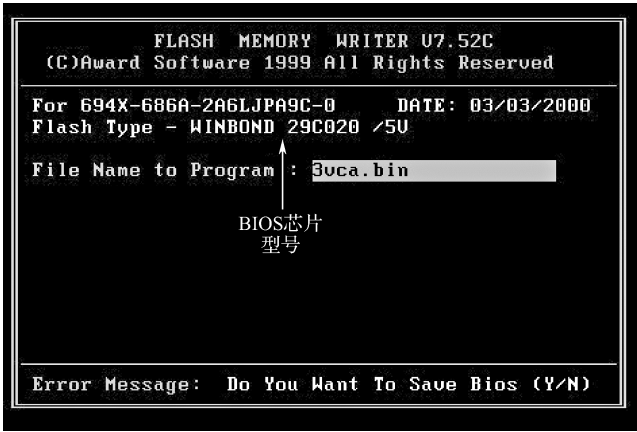

图 10-28 运行 Awdflash 3vca.bin/F 出现的界面
(1) DOS 下 BIOS 升级的方法。最早的 BIOS 升级都是在纯 DOS 环境下进行的，这是由于 DOS 系统小，容易启动，对硬件要求不高的原因。下面以 AWARD BIOS 升级为例加以说明。
①准备刷新所需文件：Awdflash.exe（刷新工具）和*.bin（最新 BIOS 程序）。这两个文件一般都能在主板厂商网站上下载。
②准备带 PE 启动的光盘或者 U 盘。
③把两个刷新所需文件复制到硬盘上。
④启动 DOS 后进行 BIOS 刷新，在 DOS 提示符下执行“C:\>Awdflash *.bin/F”，按【Enter】键后出现如图 10-28 所示的画面。“*.bin”为新 BIOS 文件名。假如输入的是“C:\>Awdflash 3vca.bin/F”，在“File Name to Program”对话框内就会自动将“3vca.bin”文件名填入，这时下方的提示框会提示“Do You Want To Save Bios (Y/N)”，询问是否保存目前主板上的旧 BIOS？